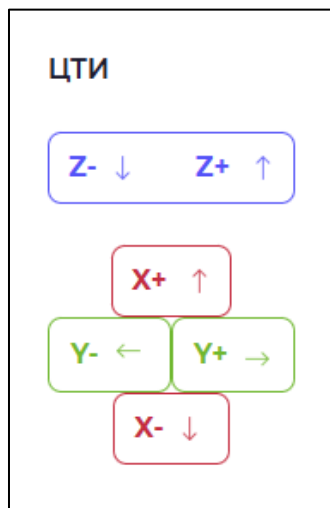

Рисунок 42 – Панель ручного управления «ЦТИ»
- Панель ручного управления «ЦТИ» (см. Рисунок 42) – управление центральной точкой инструмента с помощью кнопок с стрелками направления и обозначением оси координат (x, y, z).